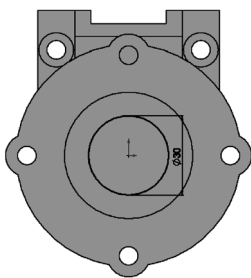

图 7-106 绘制切除拉伸 6 草图
3) 绘制切除拉伸 6 草图。选择底孔底面作为绘图基准面, 单击“草图”控制面板中的 $\odot$  (圆) 按钮, 绘制一个圆, 单击“草图”控制面板中的 $\text{↖}$  (智能尺寸) 按钮, 标注圆的直径为 30, 如图 7-106 所示。